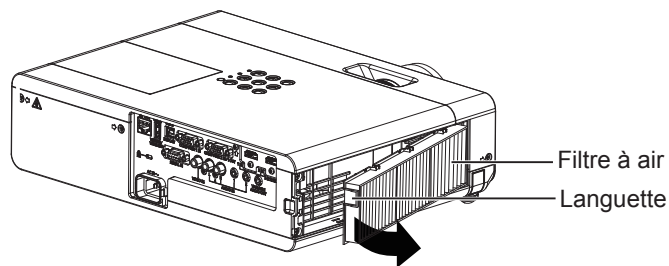

Fig.2
- Maintenez la languette du filtre à air et tirez-la dans le sens de la flèche. (Fig.2)